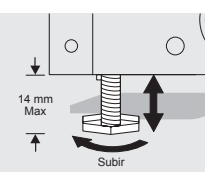

Figura 3
- 3 Use una llave inglesa para ajustar los tornillos de nivelación. Afloje los tornillos de nivelación de ambos lados en el sentido de las agujas del reloj hasta que toquen el suelo (figura 3). No levante el gabinete más de 9/16".